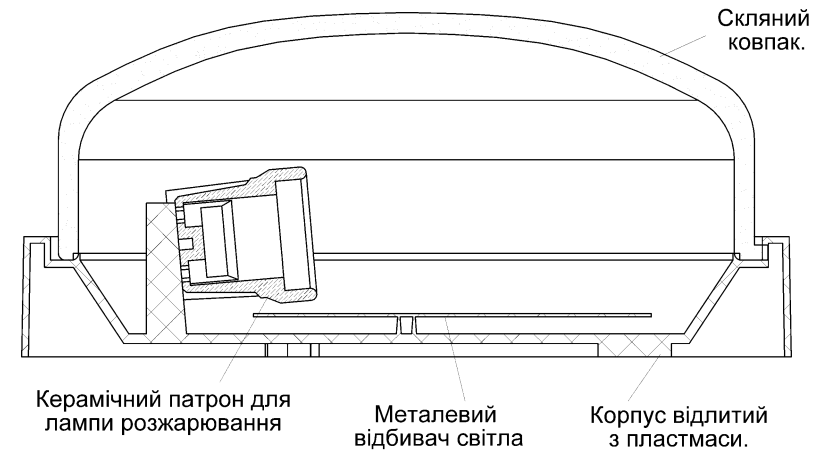

Рис. 1. Будова світильника.
- 1.2. Світильники складаються з литого корпусу (термопластична маса) в котрому розміщений відбивач і патрон для лампи, скляного ковпака (плафону), захисної решітки - (Рис. 1) та сальника.